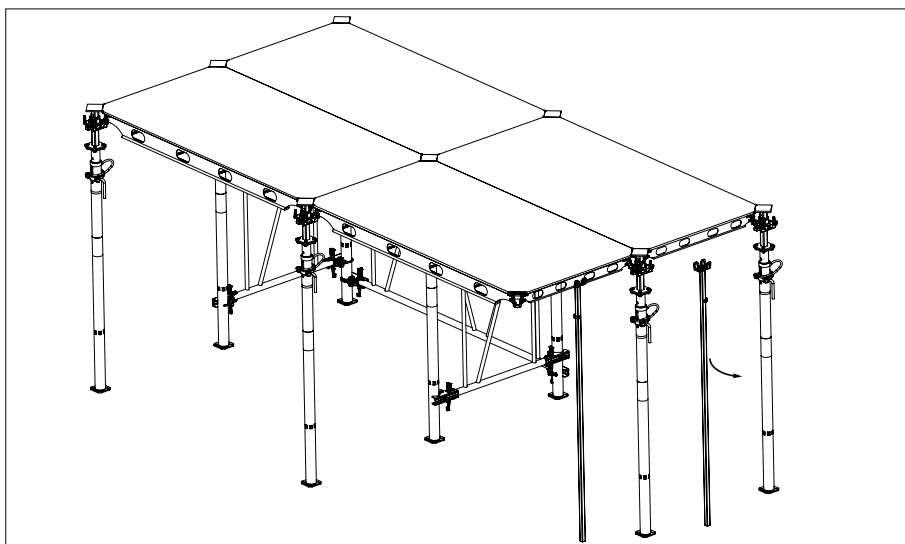

Fig. A5.14
7. Una volta che il puntello è in posizione, il primo ausilio per cassaforma può essere rimosso, mentre il secondo continua a sostenere il pannello. (Fig. A5.14)